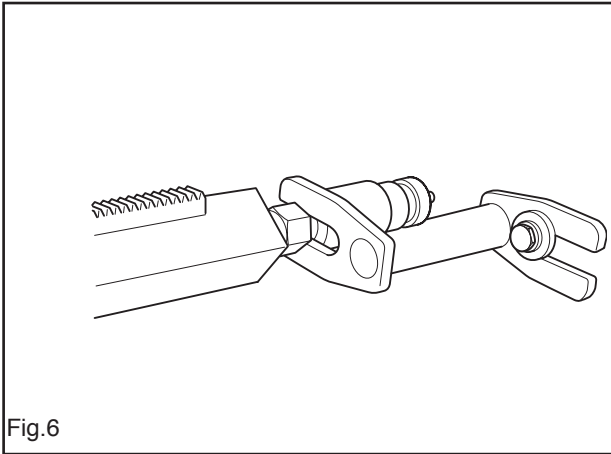

Fig.6
- 7. Para una mayor fijación de la columna de perforación se puede usar la fijación de expansión (accesorio extra) (fig. 6). La fijación se ajusta contra el tornillo de puntal y se fija en la pared con un tornillo de expansión. Fijar con una tuerca de seguridad de 30 mm.
- 7. Para uma melhor fixação da coluna de perfuração pode-se usar a fixação de expansão (acessório extra) (Fig. 6). A fixação pode ser ajustada contra o parafuso de escora e fixada à parede com um parafuso de expansão. Fixar com porca de segurança 30 mm.
- 7. An expander attachment (extra accessory) can be used to further secure the drill column. (Fig. 6). The attachment is adjusted against the support column screw and is secured on the wall with an expansion bolt. Secure with the locking nut 30 mm.